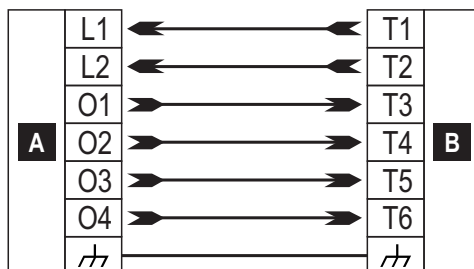

Figure 7 – Exemple de schéma de câblage pour la gestion de la centrale **Kyo320** par le biais de l'application **ConnectAlarm**.
- **Kyo320** : les options des entrées et des sorties sont définies pour gérer une centrale **Kyo320**. La centrale peut être branchée au transmetteur, comme indiqué dans la figure 7.